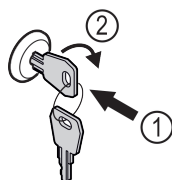

Fig. 169
- ▶ Trykk inn nøkkelen Fig. 169 (1).
- ▶ Vri nøkkelen 90° med klokka Fig. 169 (2).